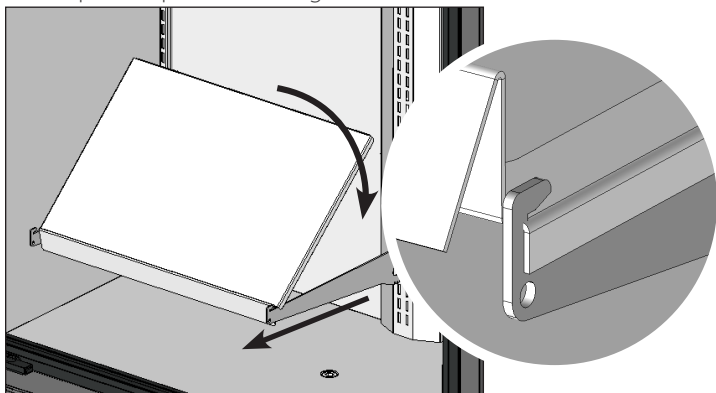

Fig. 5. Coloque el estante mientras levanta la parte trasera del mismo. Asegúrese de que los lados del estante cuelgan sobre el soporte.
2. Levante la parte posterior del estante. Coloque el estante sobre las ménsulas. Véase la fig. 5.
3. Baje con cuidado la parte trasera del estante y deslice el estante por debajo de la lengüeta del estante. Véanse las figs. 5 y 6.